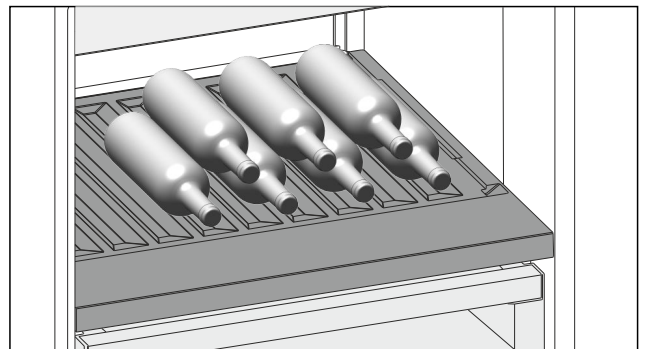

Fig. 175 例图
- ▶ 将瓶底向后对着后壁放入瓶子。(参见 Fig. 175)